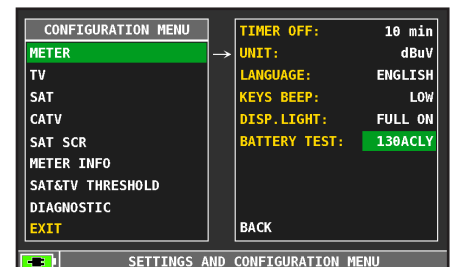

FIG. 3\*
4. Pour vérifier le résultat du test, entrez de nouveau dans «METER», sélectionnez la fonction «BATTERY TEST» et lisez le résultat : par exemple 380 CHLY = 380 MINUTES (Fig.3). Le «Y» de «YES» confirme que la batterie est encore suffisamment chargée, mais le «N» de «NO» indique qu'elle est peut-être en panne ou trop détériorée, ou que le cycle a été interrompu.